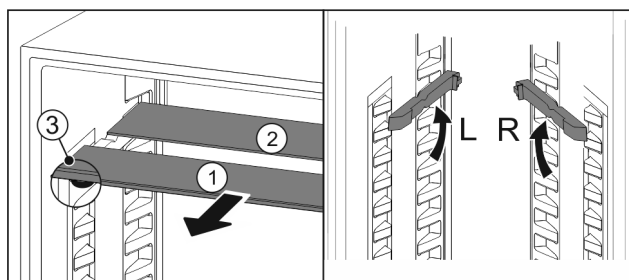

Fig. 34
- Skleněné desky jednotlivě vytáhněte dopředu Fig. 34 (1).
- ▷ Skleněná deska Fig. 34 (1) s ozdobnou lištou leží vpředu.
- ▷ Zarážky Fig. 34 (3) směřují dolů.